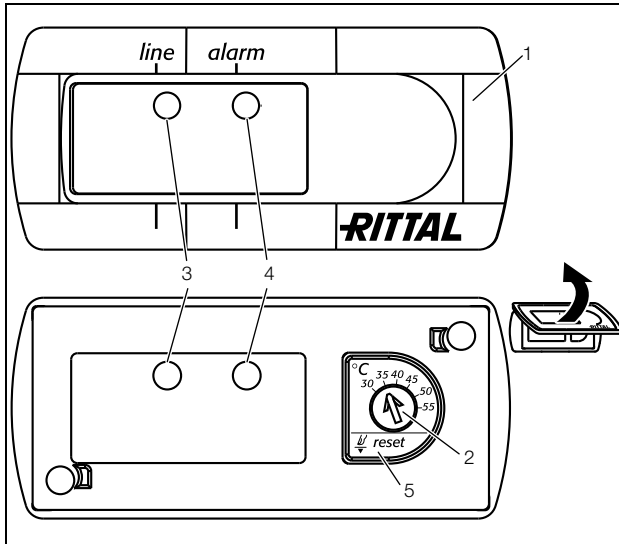

Bild 28: Basic controller
Basic controllern övervakar och reglerar kylaggregatet. Den visar drifts- och fellägen med hjälp av den gröna och den röda LED-lampan (bild 28 nr. 3 och 4):
- Ställ in önskad börtemperatur med börtemperaturinställningen (bild 28).
- Tryck på resetknappen (bild 28, nr. 5) i minst 3 sekunder.